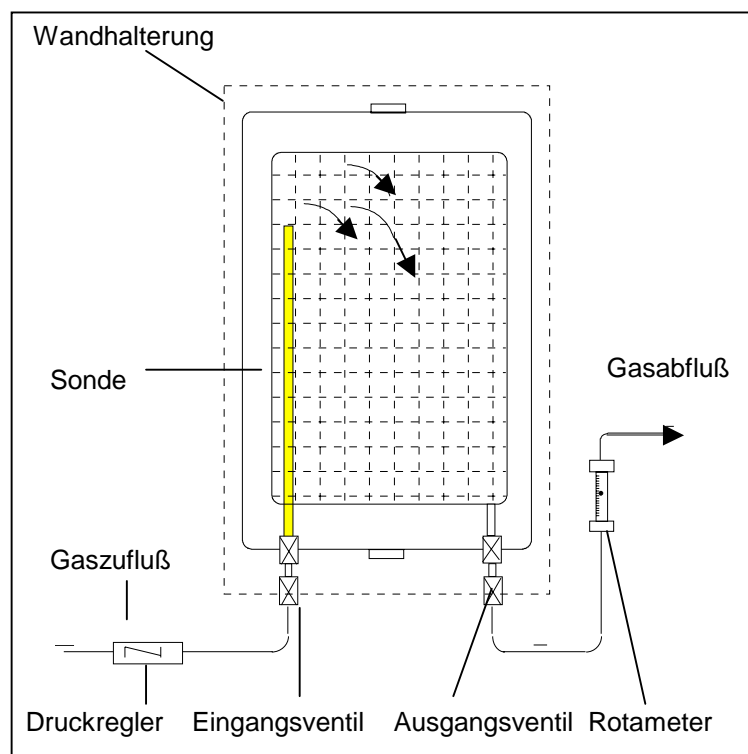

Bild 4-1: Anschließen der P10-Gasversorgung
1. Stecken Sie nun das eine Ende des mitgelieferten PVC-Schlauches auf den linken Ventilstutzen der Wandhalterung, und schließen Sie das andere Ende an Ihre Gasquelle (Druckminderer der Gasflasche bzw. zentrales Gasversorgungssystem) an (vgl. Bild 4-1).
5. Öffnen Sie nun langsam den Gasdurchflußregler, damit das Gas durch den Detektor entsprechend Bild 4-1 strömen kann.